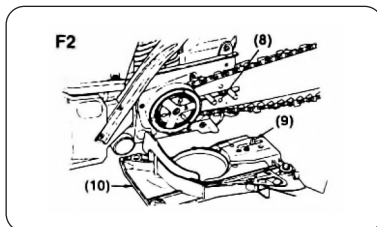

Рис.2
- Провернуть цепь на цепном колесе, и одновременно установить на корпус пилы шину. Отрегулировать положение гайки механизма натяжения цепи до нижнего отверстия направляющей шины (Рис. 2).